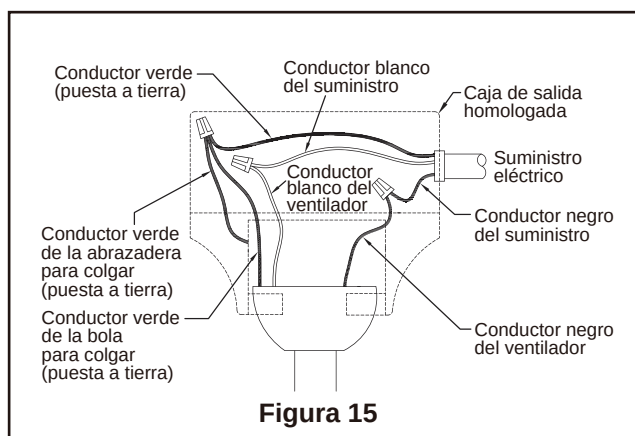

Figura 15
- ☐ 2. Una vez realizadas las conexiones, gire los conductores hacia arriba y, con cuidado, colóquelos dentro de la caja de salida; con los conductores blancos y verdes hacia un lado y los conductores negros hacia el otro. Los cables deben separarse, el conductor con conexión a tierra y el conductor con conexión a tierra del equipo hacia un lado de la caja de salida, y el conductor sin conexión a tierra hacia el otro. (Figura. 15)